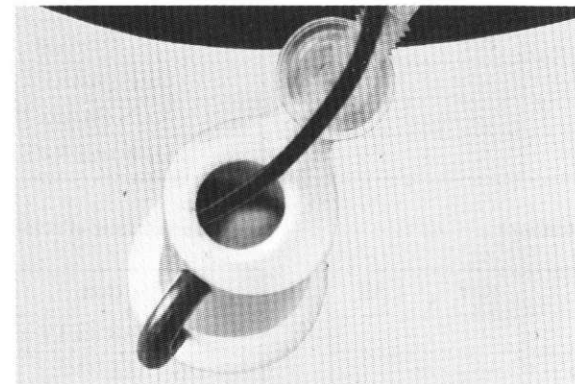

Fig. 54
- (g) Repeat the procedures in (e), (f) above until air bubbles completely disappear from the plastic tube. (Fig. 54)
- (g) Répéter les opérations (e), (f) jusqu'à ce que les bulles disparaissent du tube. (Fig. 54)
- (g) Die in Punkt (e) und (f) beschriebenen Handlungen sind so lange zu wiederholen, bis im Kunststoffrohr keine Luftbläschen mehr zu sehen sind. (Abb. 54)